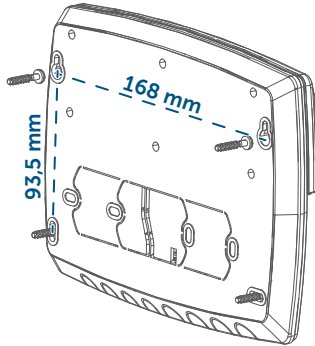

Abbildung 2
- Montieren Sie die Multi IO Box durch Einstecken der mitgelieferten Dübel und Eindrehen der Schrauben (s. Abbildung 2).